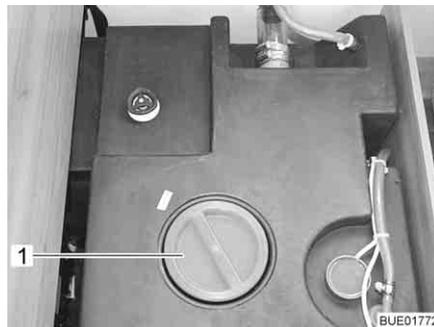

Bild 266 Wassertank mit Drehgriff
- Verschlussdeckel (Bild 266,1) des Wassertanks abnehmen.